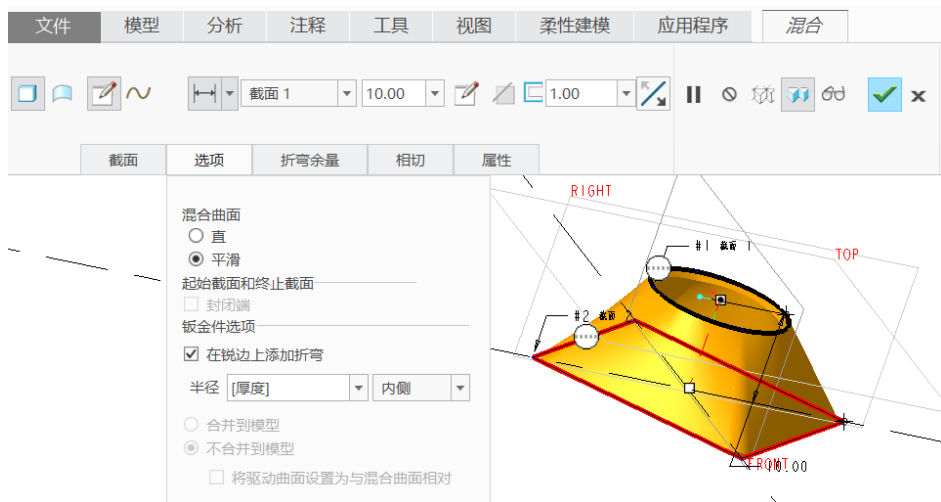

图 1-66 设置钣金件选项
(5) 在“混合”选项卡的  (壁厚度) 框中设置壁厚度为“1”。
(6) 在“混合”选项卡中打开“选项”面板，从“混合曲面”选项组中选择“平滑”单选按钮，从“钣金件选项”选项组中勾选“在锐边上添加折弯”复选框，半径默认为“[厚度]”，标注位置形式为“内侧”，如图 1-66 所示。